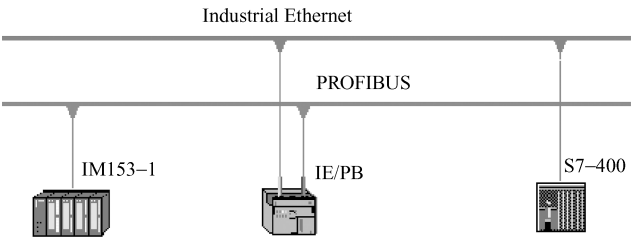

图 8-6 网关应用实例
7) 网关 (Gateway): 又称网间连接器、协议转换器。网关在传输层上以实现网络互联, 是最复杂的网络互联设备, 仅用于两个高层协议不同的网络互联。如图 8-6 所示, S7-400 通过工业以太网, 把信息传送到 IE/PB 模块, 再传送到 PROFIBUS 网络上的 IM153-1 模块, IE/PB 通信模块用于不同协议的互联, 它实际上就是网关。